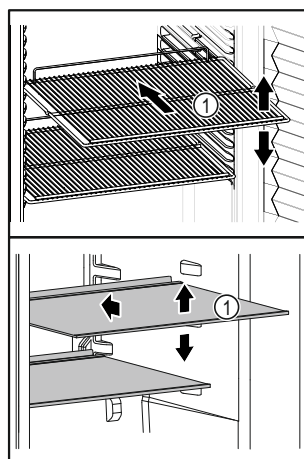

Fig. 10 Représentation à titre d'exemple
- ❑ Si les surfaces de rangement Fig. 10 (1) sont mobiles, les régler en hauteur.